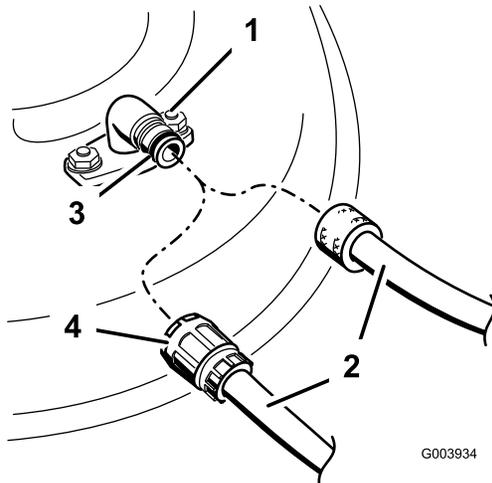

Bild 58
3. Montieren Sie die Schlauchkupplung auf die Kupplung am Mähwerk-Spülanschluss und drehen Sie das Wasser mit starkem Druck auf (Bild 58).